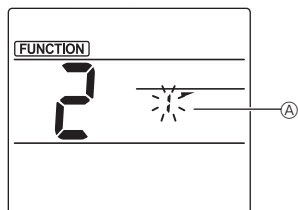

Fig. 3-2
- ② Velge spjeldnummer (Fig. 3-2) Trykk på [↑]-knappene for å velge spjeld nummer (A) og trykk deretter på [SET]-knappen.